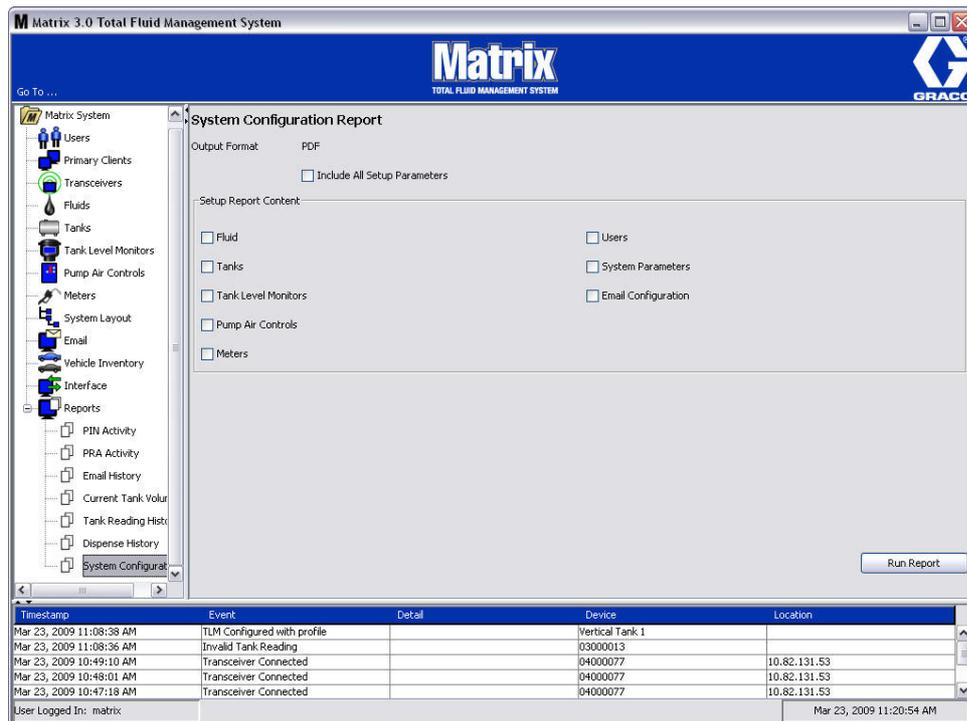

ABB. 177
- **Systemkonfiguration (ABB. 177)**